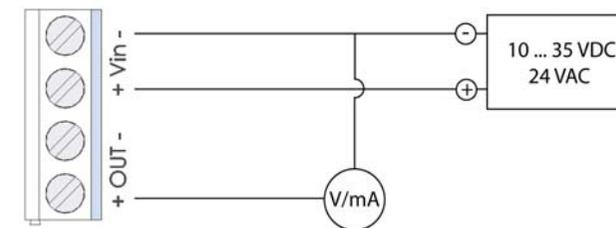

Abb. 3: Anschlussbild für 3-Leiter-Betrieb
- **3-Leiter-Betrieb:** Siehe Abb. 3. Stellen Sie die erforderliche Versorgungsspannung bereit: